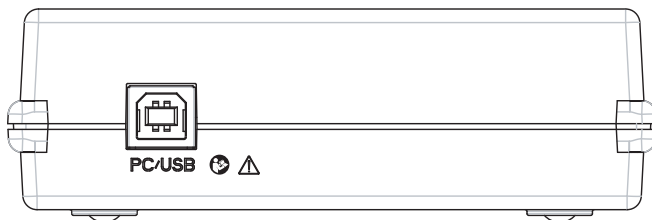

Fig. 1
- Introduzca el conector USB de la parte trasera de HI-PRO 2 en un puerto USB de un ordenador personal (PC) utilizando el cable USB suministrado. Consulte la fig. 1.